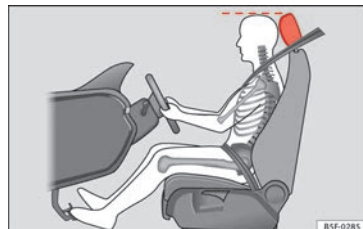

Abb. 2 Die richtige Kopfstützeinstellung des Fahrers.
- Stellen Sie die Kopfstützen so ein, dass die Oberkante der Kopfstütze sich möglichst auf einer Linie mit dem oberen Teil Ihres Kopfes befindet »» **Abb. 2**.